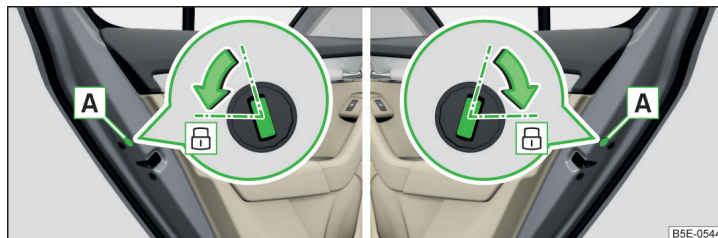

Fig. 336 Încuierea în regim de urgență: portiera spate stânga/dreapta
- Descideți respectiva portieră spate și îndepărtați masca **A** » fig. 336.